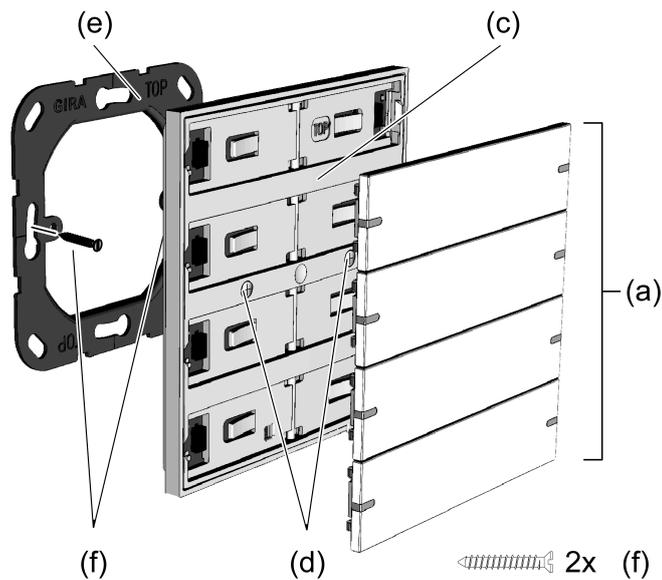
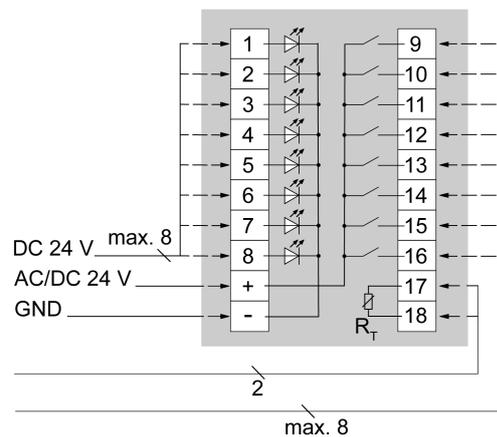

Bild 2: Gerät montieren
Bild 3: Anschluss Tastsensor 4fach
Explosionsansicht (siehe Bild 2)
Gerät montieren und anschließen (siehe Bild 2), (siehe Bild 3)
- Tastsensor (c) gemäß (siehe Bild 3) anschließen